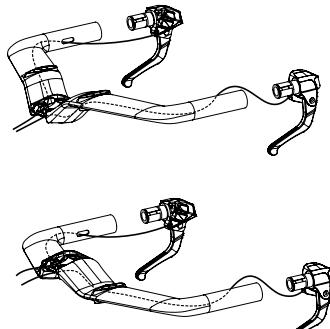

Fig. 6.1
- 1- **Routage des fils électriques des manettes de frein dans les starters du cintre.** Faire passer les connecteurs des manettes depuis les oblongs des starters jusqu'aux perçages centraux du cintre. (Fig. 6.1)